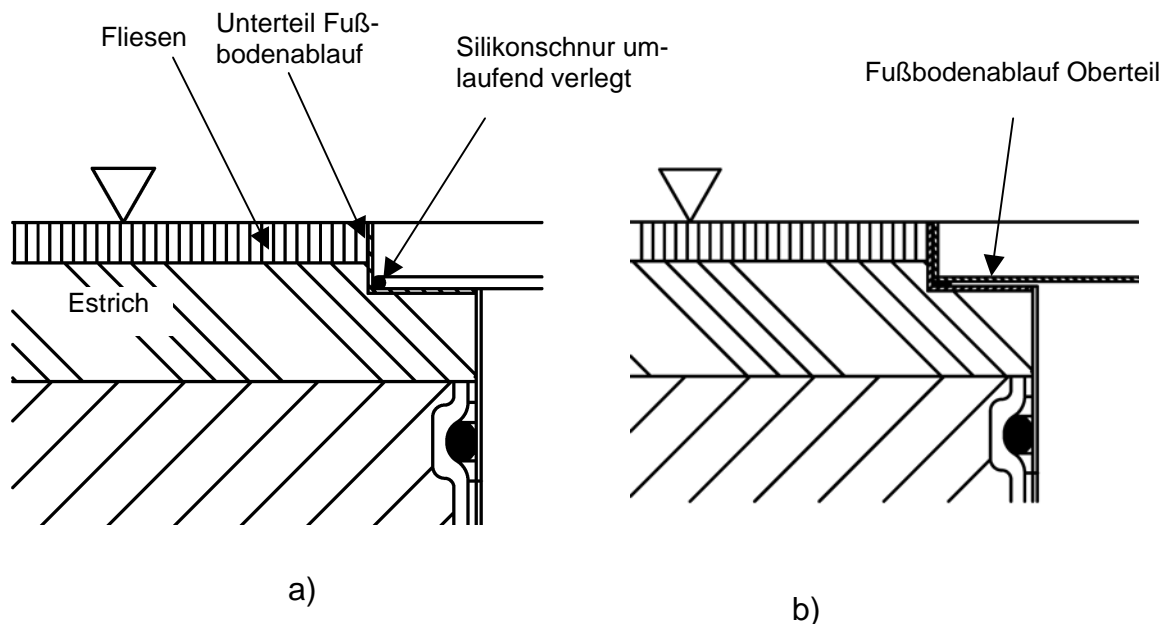

Bild 8
- Einsetzen des Fußbodenablauf - Oberteil (Bild 8)
- Beim Führen des Kabels aus dem Behälter unter Verwendung des Anschlussstutzen Ø50 wird der Stecker abgeschnitten (Bild 8), das Kabel durch das bauseitig vorbereitete Kabelleerrohr mittels Ziehdraht zum Schaltgerät/Steckdose gezogen und elektrisch angeschlossen. Der Übergang ist geruchsdicht auszuführen.